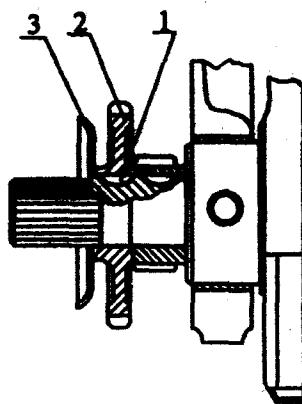

Рис. 14. Установка шестерни привода масляного насоса и маслоотражателя
6. Установить сегментную шпонку 1 (рис. 14) в шпоночную канавку коленчатого вала. Напрессовать ведущую шестернию 2 привода масляного насоса.